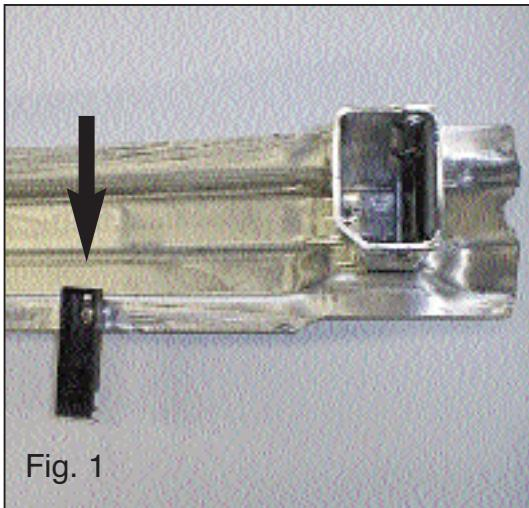

Fig. 1
2. Falls vorhanden den Zeitsensor von der Innenstoßstange entfernen. Anschließend die Innenstoßstange einschließlich der Halterungen entfernen. Die Halterungen werden nicht mehr benötigt. Links und rechts die Nieten aus den Kunststoffstoßstangenhalterungen der Stoßstangeninnenverkleidung herausbohren (siehe Abb.1). Diese mit Hilfe des angegebenen Befestigungsmaterial an der Unterseite des Rohrs der Anhängervorrichtung anlegen. Die Kitt/Wachsschicht bei den Befestigungspunkten entfernen. **Für Audi 2005->modellen gilt:** Die Kunststoffstöpsel von der Unterseite des Langsträger entfernen.
2. Enlever si présents le capteur horaire du pare-chocs intérieur. Déposer le pare-chocs intérieur ainsi que ses supports. Ils ne seront plus utilisés. Extraire en perçant à gauche et à droite les faux rivets des supports de pare-chocs en matière synthétique du pare-chocs interne (voir fig. 1). Positionner celui-ci, à l'aide du matériel de fixation indiqué, à la partie inférieure du tube de l'attache-remorque. Enlever la couche de mastic/cire située sur les points de fixation. **Pour les modèles de Audi 2005->:** Enlever les douilles en plastique de la partie inférieure du châssis.
och vänster ut hålnitarna ur plaststagen för stötfångarens innanmäte. (se fig. 1.) Placerar dessa med det angivna monteringsmaterialet mot undersidan av dragkrokens rör. Avlägsna kitt-/vaxlagret från monteringspunkterna. **För Audi modeller 2005->:** Ta bort plastpluggarna från undersidan av chassit.
2. Fjern om de findes tidssensoren på den inderste del af kofangeren. Fjern inderdelen inklusiv støtter. Disse anvendes ikke mere. Bor i venstre og højre side nittenaglerne på kofangerstøtterne af kunststof fra inderdelen af kofangeren (jævnfør fig. 1). Anbring denne på undersiden af røret på anhængertrækket med det anviste montage materiale. Fjern kittet/vokslaget ved montagestederne. For Audi 2005-> køretøjer gælder følgende: Fjern kunststofstifterne fra chassis.
2. Retirar si presentes el sensor de tiempo del parachoques interior. Retirar el parachoques interior inclusive soportes. Estos quedan anulados. Taladrar a la izquierda y derecha los clavos tubulares de los soportes sintéticos de parachoques del parachoques interior. (Véase la fig. 1). Colocarlos en el lado inferior del tubo del gancho de remolque, usando el material de fijación indicado. Retirar el pegamento/la capa de cera a la altura de los puntos de fijación. **Respecto a los modelos Audi 2005-> hágase lo siguiente:** Retire los cierres de plástico de la parte inferior del chasis.
del paraurti. (vedi fig. 1.) Posizionare i sostegni sotto il traverso del gancio traino, fissandoli con il materiale di fissaggio in dotazione. Rimuovere lo strato di mastice dai punti di fissaggio. **Per i modelli Audi 2005-> vale quanto segue:** Rimuovere i tappi in plastica da sotto il telaio.
2. Gdy obecny: Z wewnętrznej części zderzaka należy wyjąć regulator czasowy i zdemontować wewnętrzną część zderzaka wraz ze wspornikami. Nie będą one już potrzebne. Po prawej i lewej stronie wywiercić nity z wykonanych z tworzywa sztucznego wsporników zderzaka w zderzaku wewnętrznym. (patrz rys. 1). Umieścić go przy pomocy wskazanego materiału mocującego od spodu szyny haka holowniczego. Punkty mocowania należy oczyścić z warstwy kitu / wosku. **Dla modeli Audi 2005-> obowiązuje:** Usunąć zaślepki z tworzywa sztucznego od spodu podwozia.